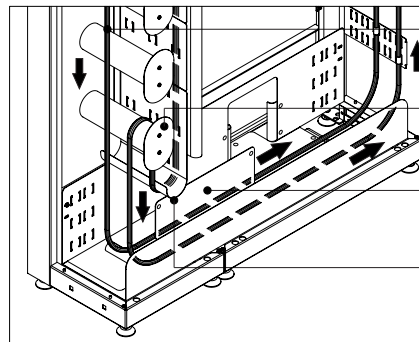

Figura 10C
5. Encamine los cordones pasando a través de los tubos guía (ítem 3) hasta la guía inferior de cables (ítem 4), utilice la placa divisoria inferior (ítem 5) para organizar y separar los cordones (ver figura 10C).